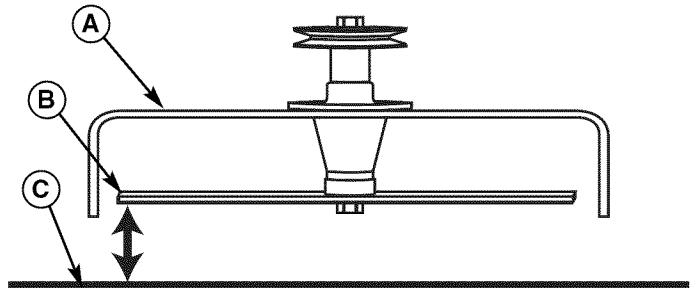

Figura 40. Medir las Puntas del Aspa con el Suelo
5. Mida la distancia entre las puntas de las aspas externas y el suelo (Figura 40). Si hay una diferencia mayor a 1/8" (3mm) entre las medidas en cada lado, proceda con el paso 6. Si la diferencia es de 1/8" (3mm) o menos, proceda con el Nivelado de Adelante hacia Atrás.